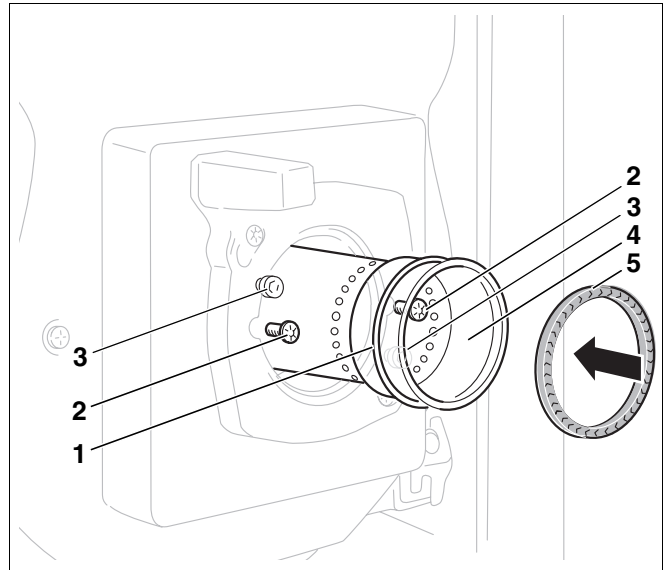

Рис. 32 Замена трубы горелки и проверка уплотнения для горелок от 17 до 45 кВт
- Открутить оба винта крепления (рис. 32, **поз. 2**).
- Установить новую трубу (рис. 32, **поз. 4**) и кольцо (рис. 32, **поз. 1**).
- Перед установкой горелки нужно проверить уплотнение (рис. 32, **поз. 5**) между смесительной системой и трубой горелки.
- Для горелок от 17 до 45 кВт уплотнение (рис. 32, **поз. 5**) вставляется в трубу горелки.
- Надеть горелку на оба болта на фланце (рис. 32, поз. 3, стр. 36).
- Повернуть влево до упора и затянуть крепежные винты (рис. 32, поз. 2, стр. 36).